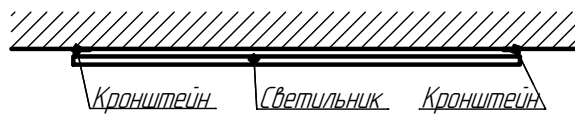

Рисунок 4 - Схема установка креплением на потолок
6.3.2 Установка светильника креплением на потолок (см. рисунок 4).
2. Крепление на потолок (рисунок 4).